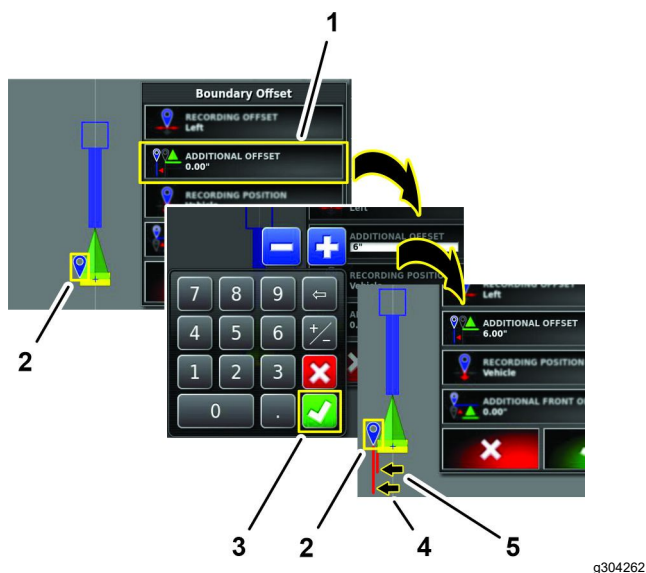

図 199
1. 追加オフセットアイコンを押す 図 199。
2. 画面内キーパッドからオフセット距離を入力し、承認アイコンを押す 図 199。